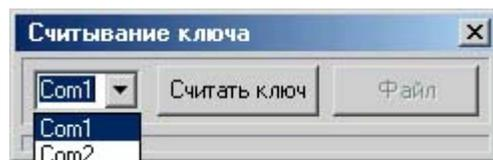

Рисунок 2
3.4 В нижней части рабочего окна необходимо нажать кнопку КЛЮЧ. В появившемся окне выбрать используемый последовательный порт COM1 или COM2 (рисунок 2).